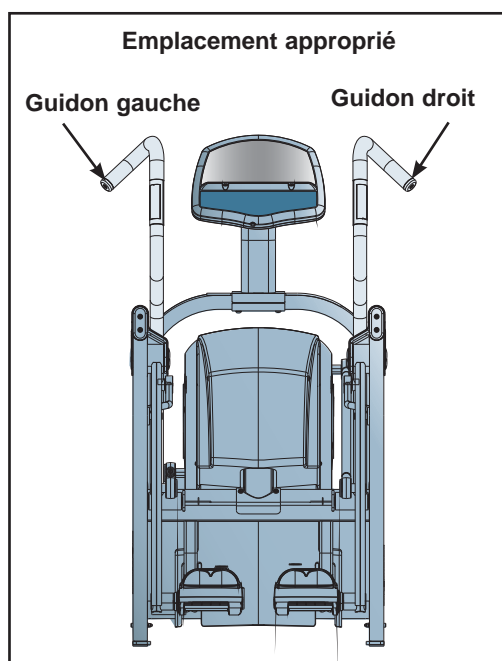

Figure 10
- F. Assurez-vous que les guidons sont maintenant installés à l'emplacement approprié, tel qu'illustré à la figure 10.